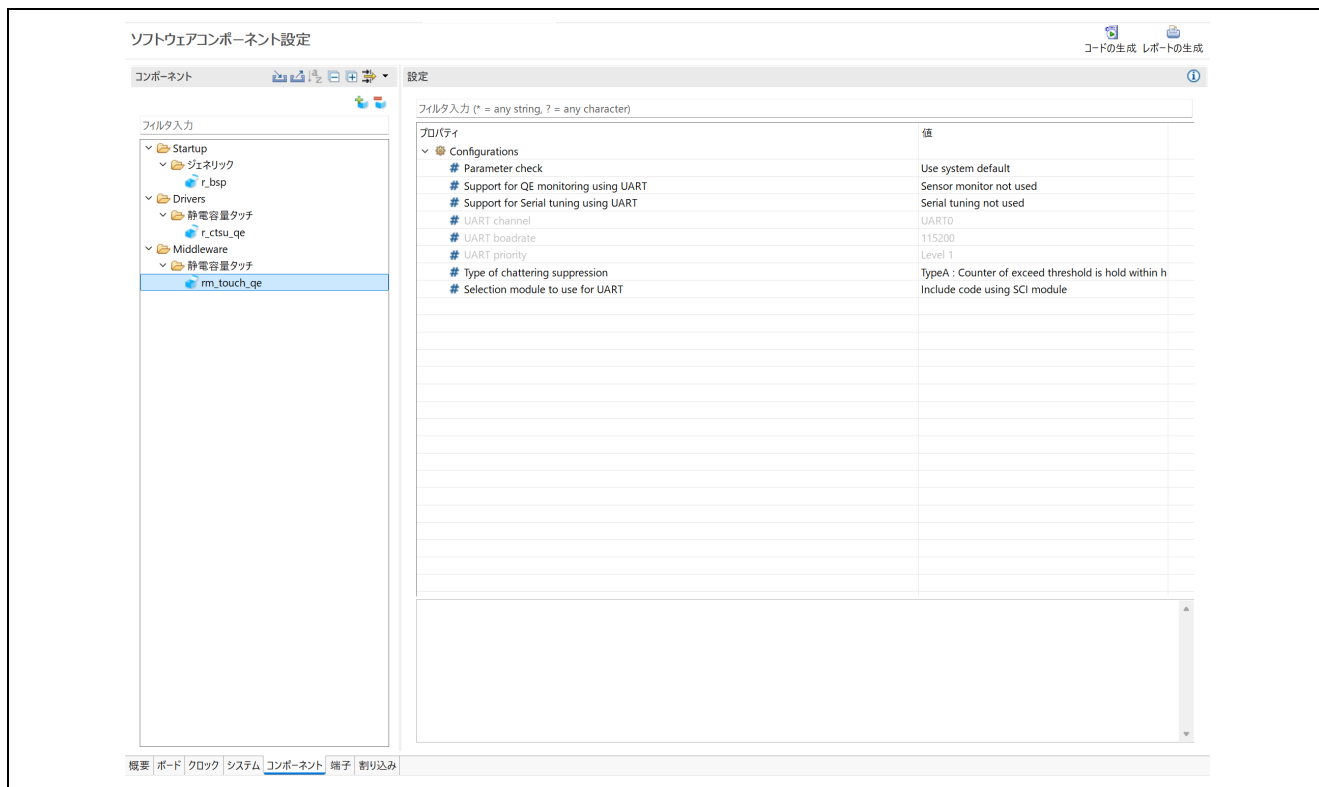

図 6-23 スマート・コンフィグレータ (RX)
2. 図 6-23 に示す通り、スマート・コンフィグレータ上でタッチミドルウェアと CTSU ドライバを追加します。